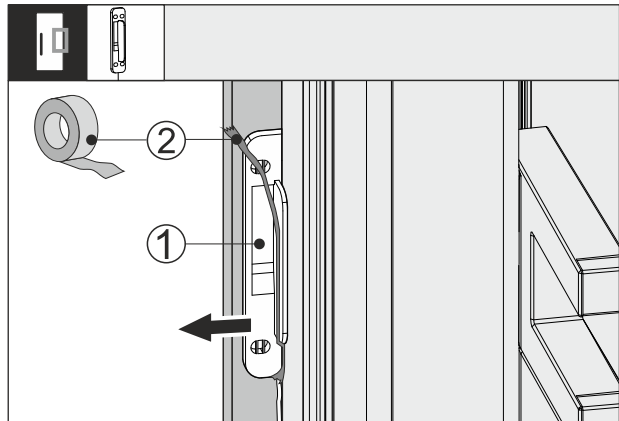

Fig. 63
- ▶ Снимите клейкую ленту Fig. 63 (2) с датчика стука Fig. 63 (1).